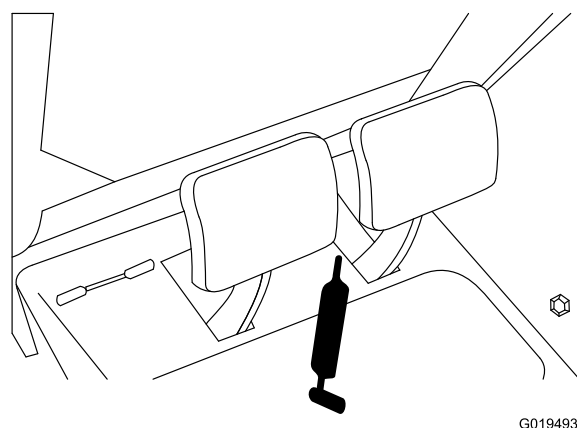

Figura 52
- Albero del pedale del freno (1) (Figura 52).